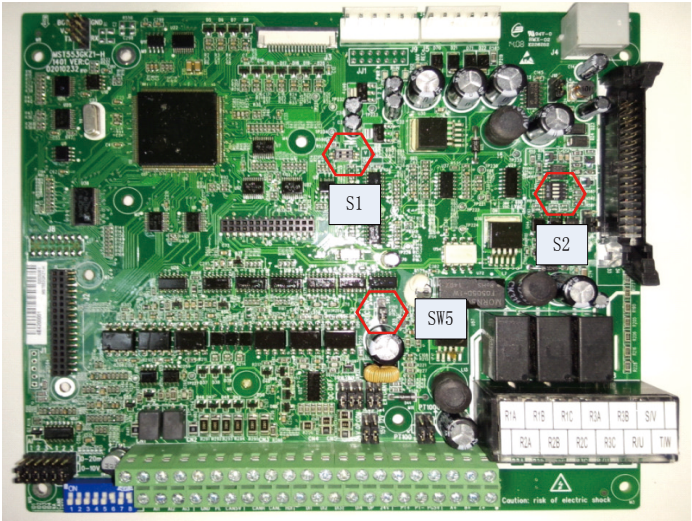

图 4-3 控制板拨码区分电压系统
- ERR101 确认控制板 SW5 跳线位置（参考图 4-3），正确应在 ‘REC’ 位置，或 DF-16 参数没设置。